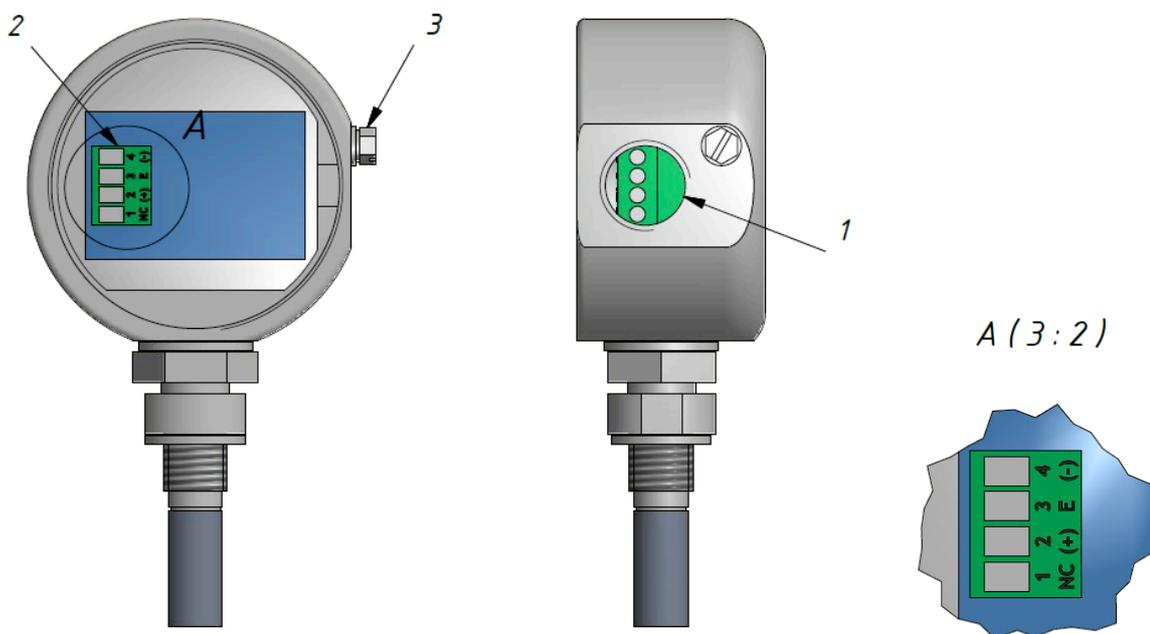

Рис. 6. Подключение кабеля к преобразователю Easidew PRO I.S.
Прибор подключается по схеме, изображенной на рис. 6. Для доступа к клеммной колодке необходимо снять крышку преобразователя. Клеммная колодка имеет 4 разъема, из которых используются только разъемы 2, 3 и 4.
- Установить кабельный ввод во входное отверстие на корпусе преобразователя (поз. 1 на рис. 6), ослабить гайку кабельного ввода.
- Для удобства подключения, можно извлечь кабельную колодку (поз. 2 на рис. 6) из разъема на печатной плате.